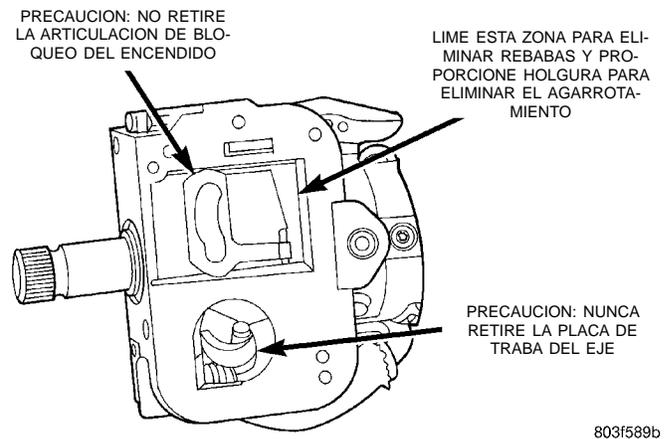

Fig. 4 Componentes no reparables y eliminación de rebabas de la columna de dirección
(1) Verifique si la fundición presenta rugosidades o rebabas. En tal caso, elimínelas con una lima (Fig. 4).